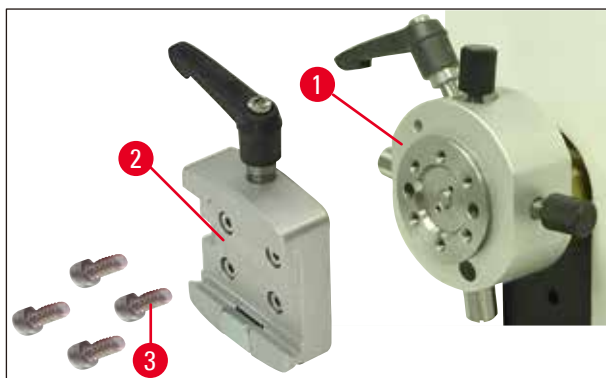

Fig. 9
2. Fjern deretter svalehaleholderen (→ Fig. 9-2) fra prøveholderfestet (→ Fig. 9). For å gjøre det, løsne og skru til de fire skruene (→ Fig. 9-3) med en sekskantnøkkel med håndtak, str. 3 (→ Fig. 10-1).